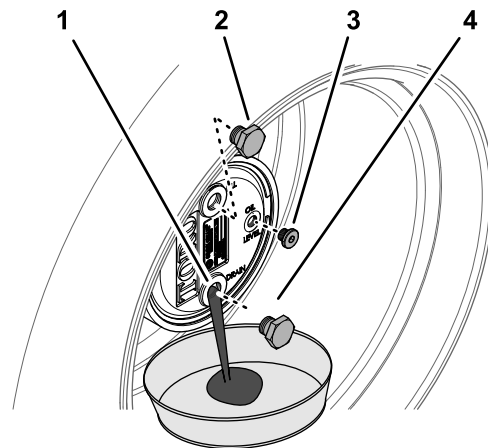

Figura 106
2. Rimuovete il tappo di riempimento nella posizione a ore 12 e il tappo di controllo nella posizione a ore 3 (Figura 106).
3. Mettete una bacinella sotto il mozzo del planetario, togliete il tappo di spurgo nella posizione a ore 6 e lasciate defluire l'olio (Figura 106).
5. Inserite il tappo di spurgo nel foro di spurgo dell'alloggiamento degli ingranaggi planetari (Figura 106).